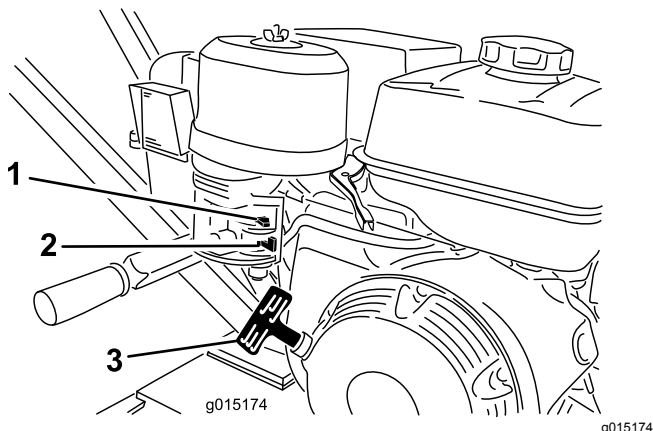

Figura 9
1. Mueva la válvula de combustible a la posición de ABIERTO, totalmente hacia la derecha (Figura 9).
2. Mueva la palanca del estérter a la posición de ACTIVADO (Figura 9).
5. Tire suavemente del arrancador de retroceso hasta que note resistencia, luego tire con fuerza (Figura 9). Deje que el arrancador de retroceso vuelva lentamente a su posición inicial.